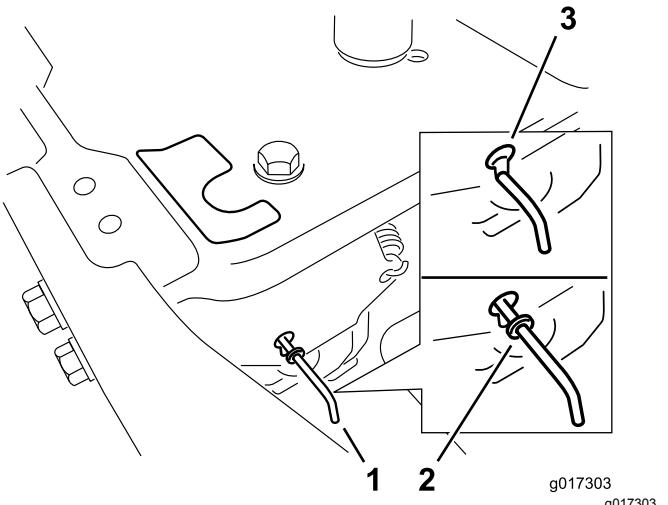

Bild 31
- Schieben Sie die Bypasshebel nach vorne durch das Schlüsselloch und nach unten, um sie zu arretieren (Bild 31).
Schieben Sie die Bypasshebel nach hinten durch das Schlüsselloch und nach unten, um sie zu arretieren, wie in Bild 31 abgebildet.